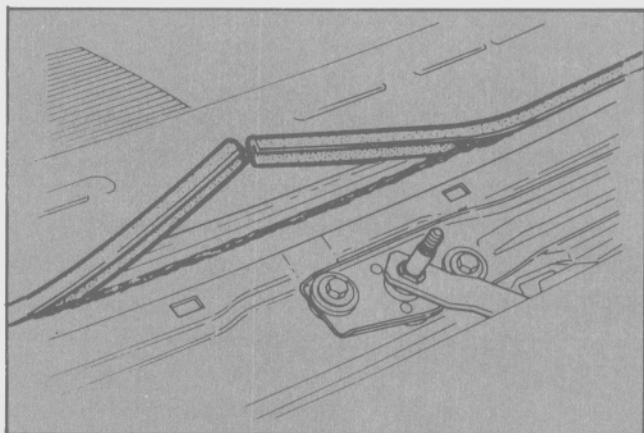

Fig. 11 - Colocación de la moldura interior en la carrocería.
- Colocar la moldura interior en la carrocería, asegurándose que quede perfectamente ubicada (Fig. 11).